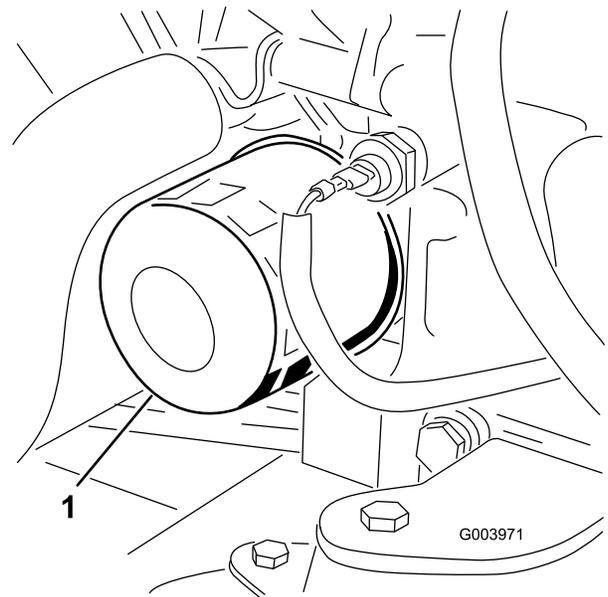

Figura 55
- Retire el filtro de aceite (Figura 55).